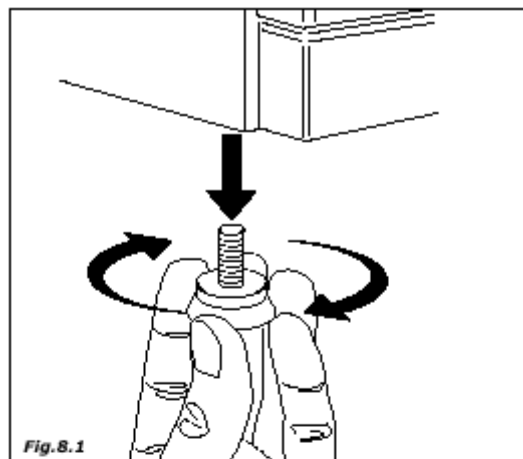

Fig. 8.1
- снимите четыре ножки, установленные в настольной версии аппарата (рис. 8.1)